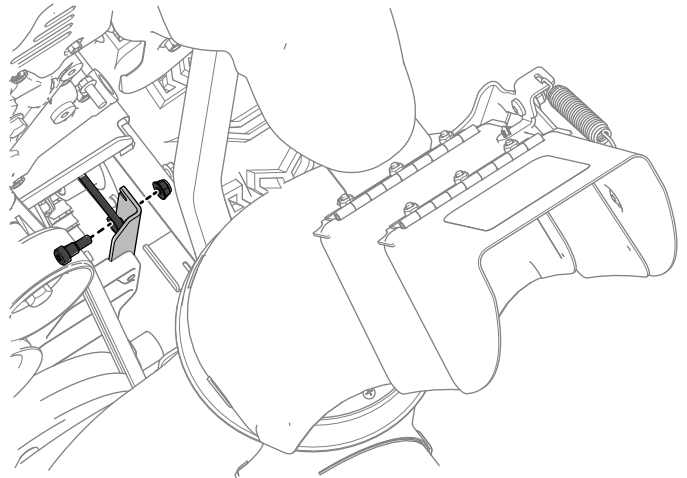

Figura 10
- Collegate l'altra estremità dell'asta alla nuova piastra di trazione usando un bullone e un dado inclusi in questo kit (Figura 10).